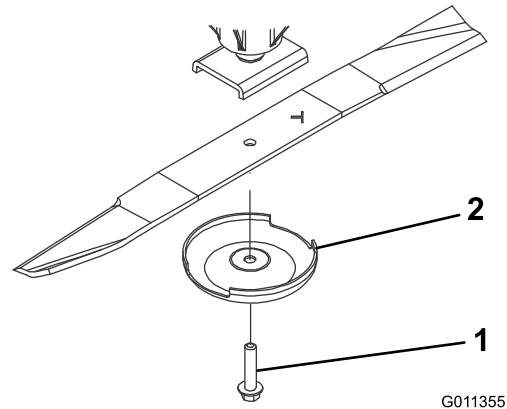

Figure 124
3. Enlevez le boulon, la coupelle de protection et la lame de l'axe de pivot (Figure 124).